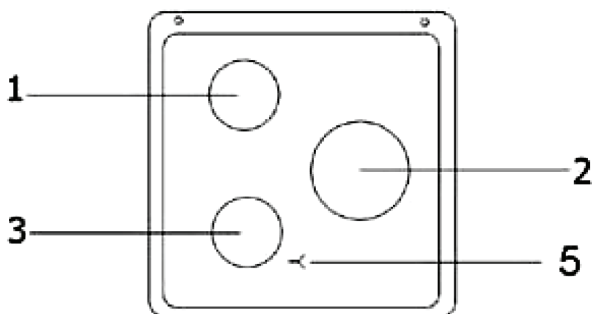

Figure 5
- 5 – Voyants témoins de chaleur résiduelle (Fig 5)
Fermez la manette après la cuisson. Les témoins de chaleur résiduelle (Figure 5, rep 5) restent allumés, après la fermeture des manettes, tant que les foyers restent chauds et indiquent qu'il ne faut pas les toucher.